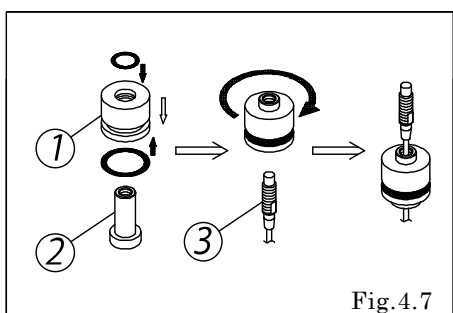

Fig.4.7
- ・バルブシート(①)にOリングを取り付け、センサー受け(②)に取り付ける。〔Fig.4.7〕
- ・センサー(③)に、センサー受けをねじ込む。〔Fig.4.7〕